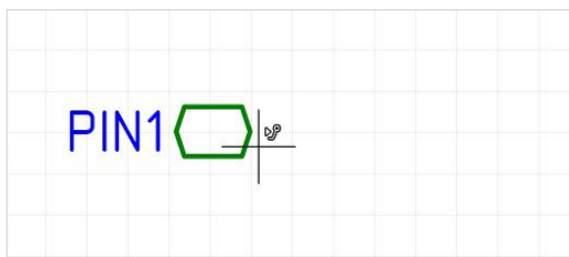

Рис. 282 Размещение блочного порта на схеме блока
5. Нажмите кнопку «ОК», расположенную в нижней части окна, и выберите на схеме блока место, в котором следует разместить порт, см. Рис. 282. При перемещении курсора по схеме отображается возможный вид размещаемого порта.